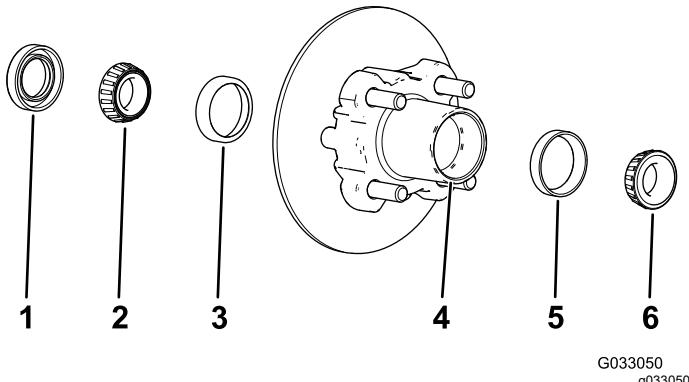

Figure 34
1. Déposez le roulement extérieur et la bague de roulement du moyeu (Figure 34).
2. Déposez le joint et le roulement intérieur du moyeu (Figure 34).
5. Éliminez la graisse, la saleté et les débris à l'intérieur de la cavité du moyeu (Figure 34).
7. Remplissez 50 à 80 % de la cavité du moyeu avec la graisse spécifiée (Figure 34).
8. Montez le roulement intérieur sur la bague, sur le côté intérieur du moyeu, puis posez le joint (Figure 34).